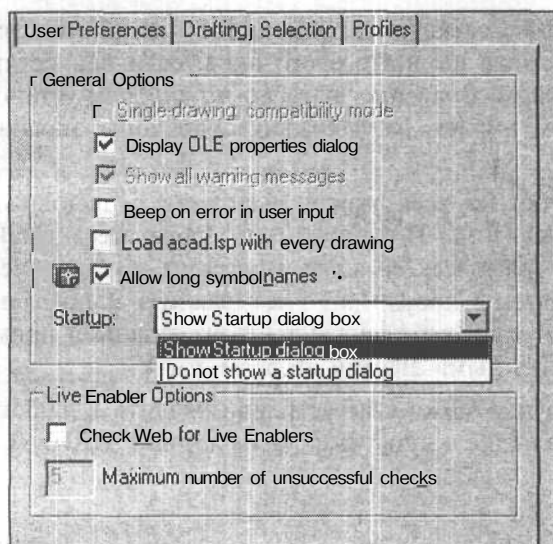

Рис. 2.9. Настройка вывода диалоговых окон для входа в программу
2. Выберите в нем вкладку System (Система) и откройте выпадающий список в поле **Startup** (При запуске) (рис. 2.9).